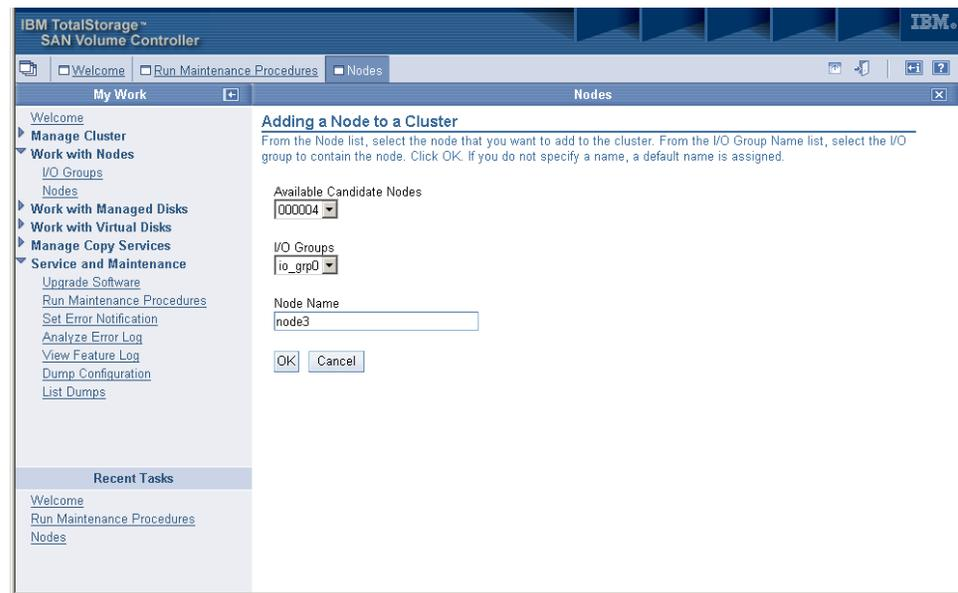

図 25. SAN ボリューム・コントローラー・コンソール「ノード」パネル
3. ドロップダウン・メニューから「ノードの追加」オプションを選択して、「進む」ボタンを押します。以下のパネルが表示されます。 図 25 を参照。